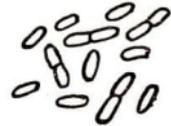

Abb. 19
- L.:** Nun wollen wir uns diese Gärungserreger im mikroskopischen Bilde ansehen. Die Abb. 19 zeigt Ihnen die Milchsäurebakterien. Beschreiben Sie ihre Form!